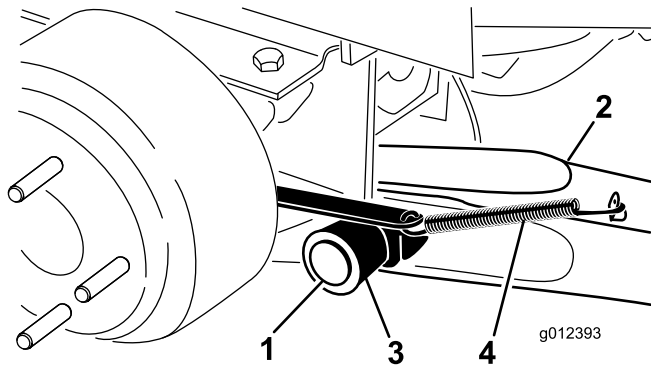

Figura 3
(Figura 3). Monte el brazo de elevación con la curva hacia fuera.
7. Enganche el muelle de retorno del freno en la pestaña del brazo de elevación (Figura 3).